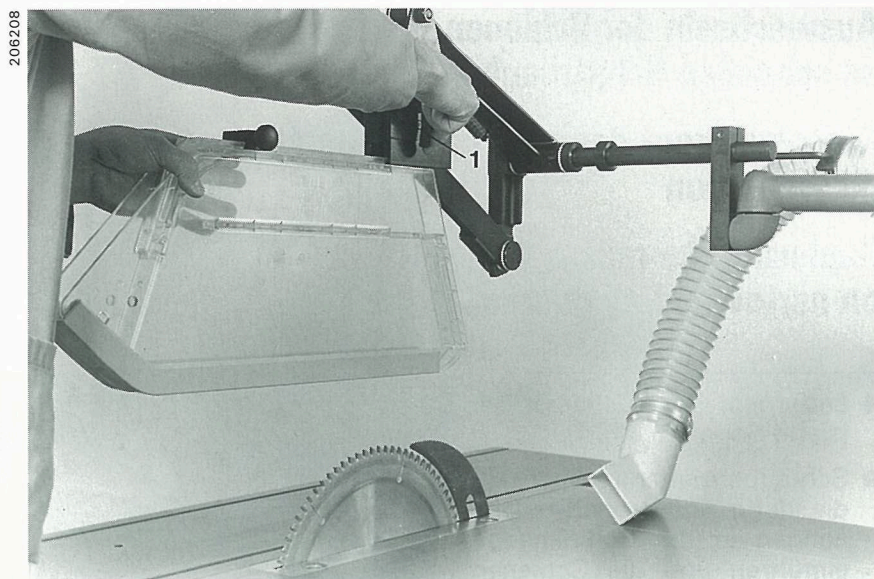

Bild 22 / Figure 22 / Figure 22
- Die Schutzhaube in den Klemmenhalter schieben (Bild 22).
- Den Entriegelungshebel (Bild 22, Pos. 1) betätigen und die Schutzhaube bis zum Anschlag weiterschieben.
- Introduire la cape dans le support de fixation (figure 22).
- Actionner le levier de déblocage (figure 22, pos. 1) et pousser la cape jusqu'à la butée.
- Slide safety guard into guard clamp device (Fig. 22).
- Operate release lever (Fig. 22, item 1) and push safety guard right on to endstop.